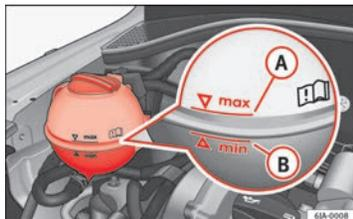

Fig. 119 Vano motore:
■ Per il rabbocco, si consiglia di utilizzare il liquido antigelo indicato sullo sportellino del serbatoio del liquido di raffreddamento ⇒ fig. 119.
- Controllare il livello del liquido di raffreddamento nell'apposito serbatoio ⇒ fig. 119. A motore freddo, il livello del liquido di raffreddamento deve trovarsi tra **B** (min.) e **A** (max.). A motore caldo, il livello può anche superare leggermente la tacca **A** (max.).
- Porre un panno sullo sportellino del serbatoio di compensazione del liquido di raffreddamento ⇒ fig. 119 e svitare il tappo facendo **attenzione**.
Non riempire il serbatoio del liquido di raffreddamento oltre la tacca **A** (max.) ⇒ fig. 119! Il liquido di raffreddamento in eccesso, al riscaldarsi, viene espulso dall'impianto di raffreddamento attraverso la valvola di sovrappressione collocata sul tappo di chiusura del serbatoio di compensazione del liquido di raffreddamento.